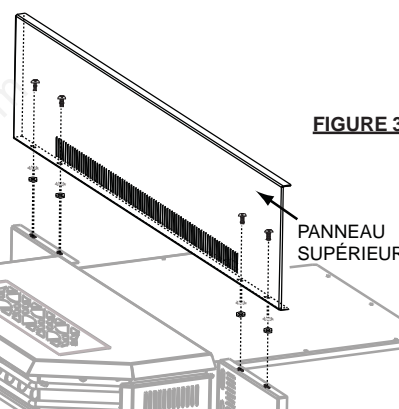

FIGURE 3
4. Alinez les trous sur le dessus des panneaux gauche et droit avec ceux du rebord inférieur du panneau supérieur et fixez par l'arrière à l'aide des quatre vis #8-32 x 3/8", des rondelles et des écrous. (FIGURE 3)